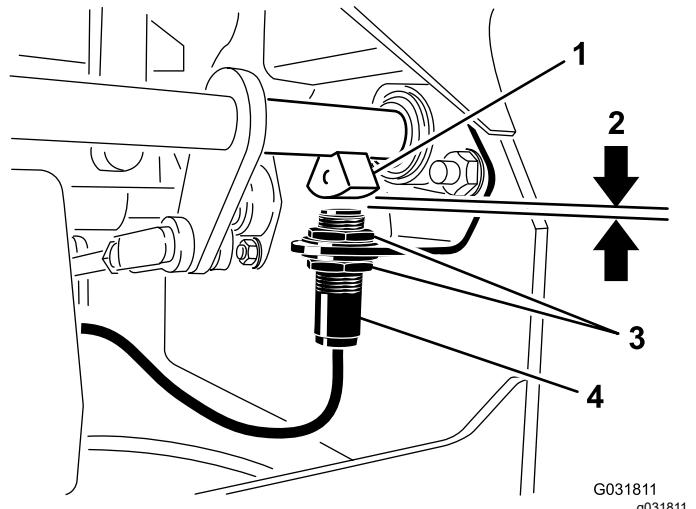

Figure 83
4. Montez ou descendez le contacteur sur le support jusqu'à ce que le capteur d'arbre de frein et le plongeur du contacteur soient distants de 4 mm (5/32 po), comme montré à la (Figure 83).